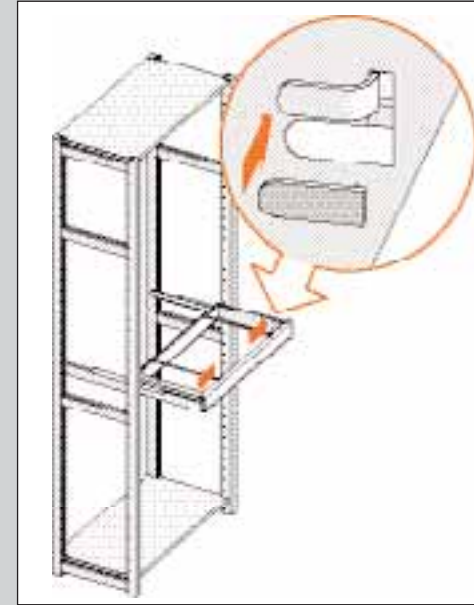

ABBILDUNG 40
- 9.** Sichern Sie die vorderen Laschen mit den mitgelieferten schwarzen Kappen (siehe Abb. 40).